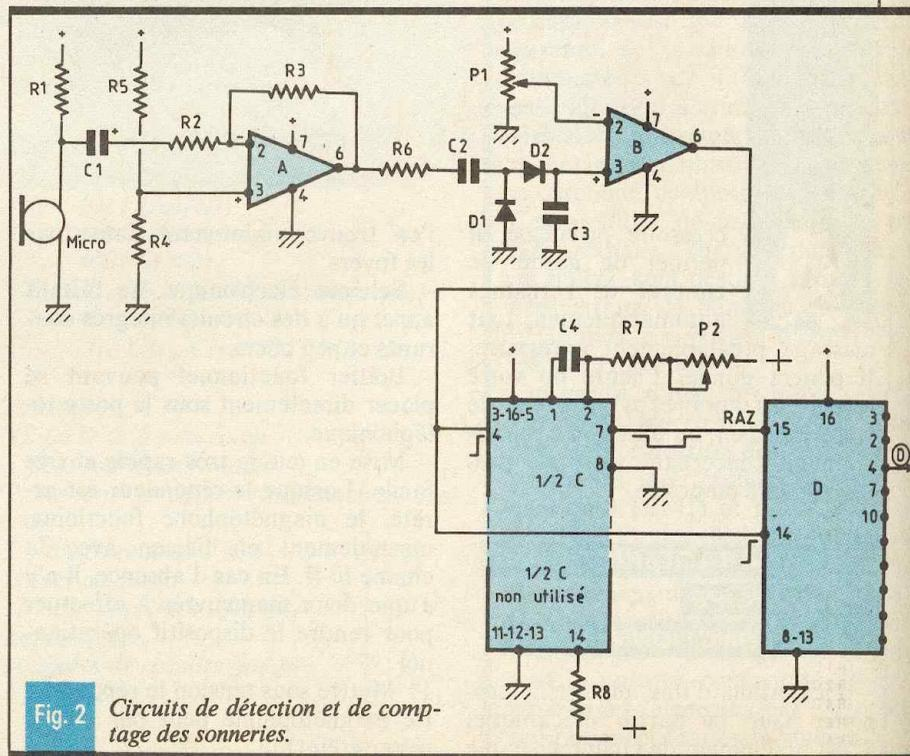

Fig. 2 Circuits de détection et de comptage des sonneries.
- A la **figure 2** : les circuits de détection et de comptage des sonneries.